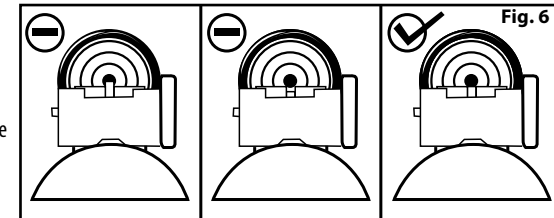

Fig. 6
1. En el caso de modelos con miras abiertas, el rifle de aire está apuntado correctamente cuando la hoja de la mira delantera está posicionada en la muesca de la mira trasera (Fig. 6).